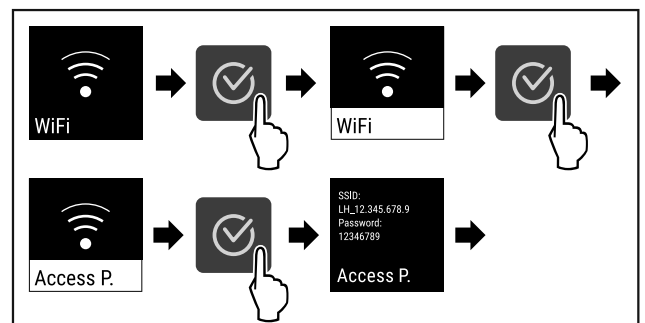

Fig. 84
- ▶ Efectuați pașii de acțiune (vezi Fig. 84).